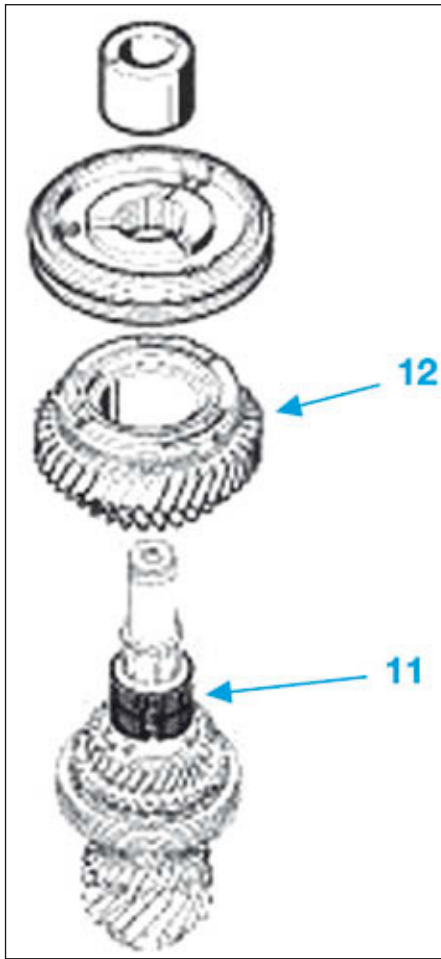

FIG.31
• Mettre en place la cage à aiguilles (11) (Fig.31) puis poser le pignon fou de 2^e (12).